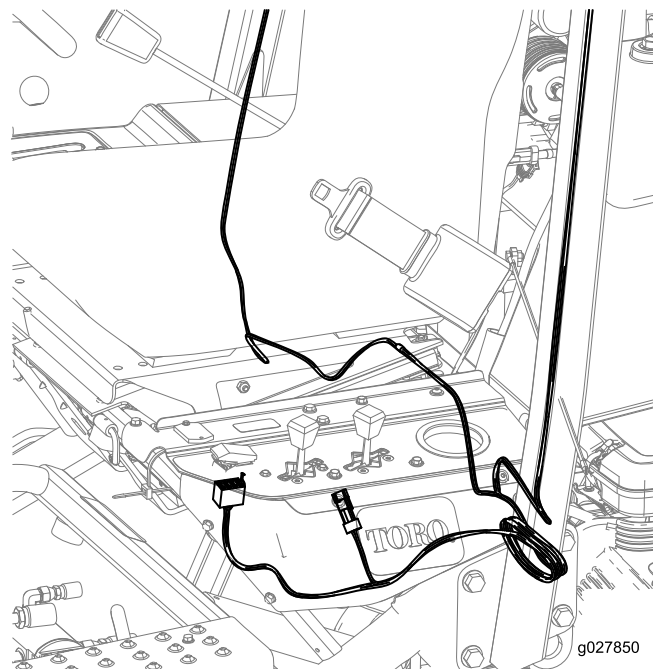
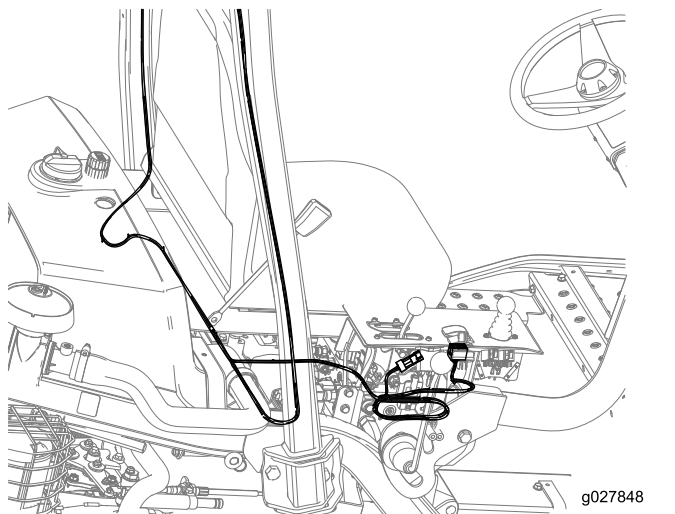
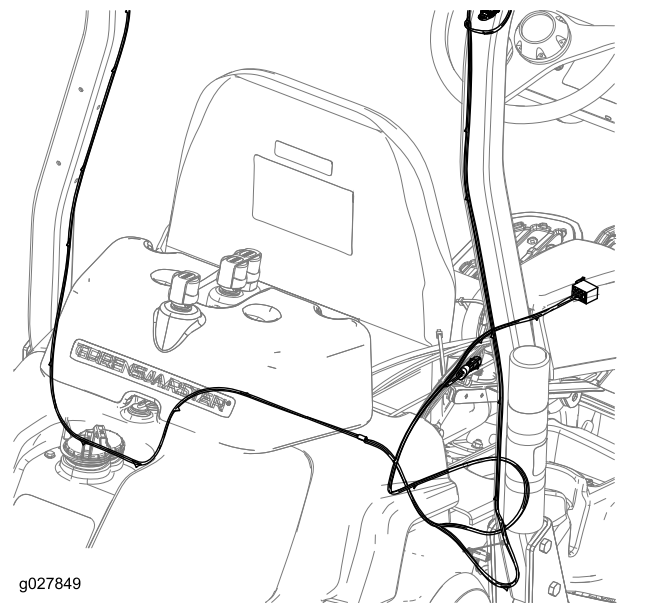

Рисунок 4
Рисунок 3
Рисунок 5
1. Проложите жгут проводов вдоль конструкции ROPS и под сиденьем, как показано на Рисунок 3, Рисунок 4 или Рисунок 5.